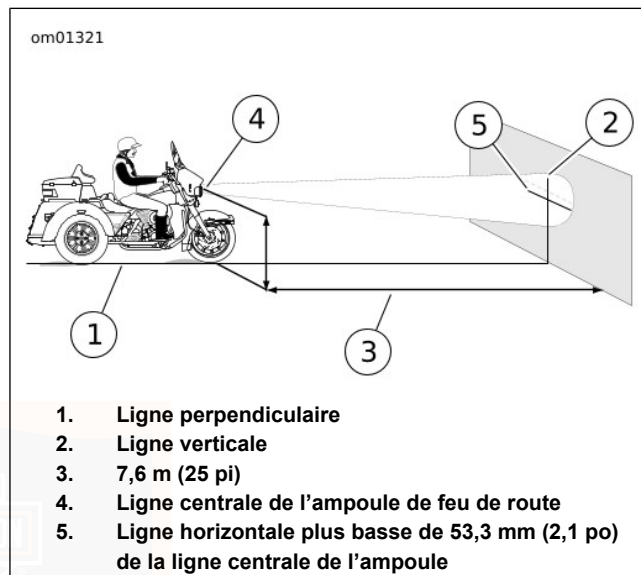

Figure 61. Vérifier l'alignement du phare
Voir Figure 61. Pour aider dans le positionnement correct de la moto, une ligne perpendiculaire (1) peut être tracée sur le sol. Pour de meilleurs résultats, choisir un endroit peu éclairé.
3. Tracer une ligne verticale (2) sur le mur.